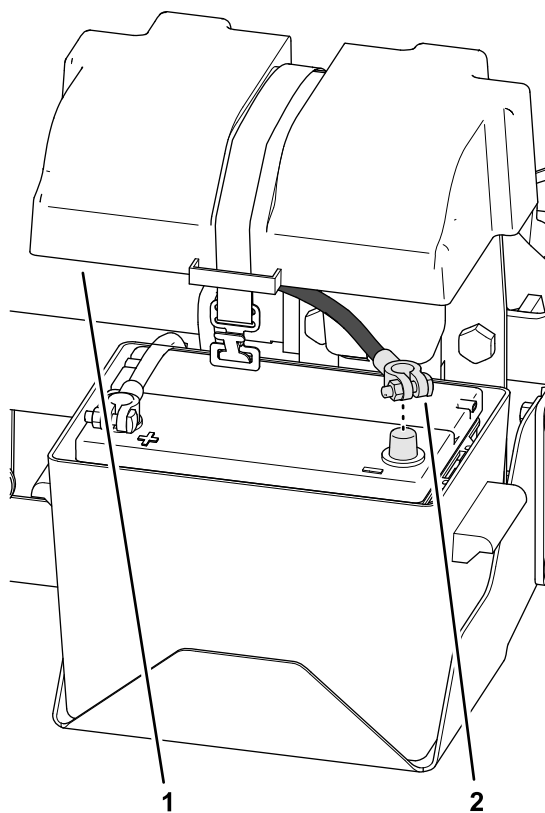

図 3
1. バッテリーボックスからカバーを取り外す 図 3。
2. バッテリーから、マイナスケーブルを外す 図 3。